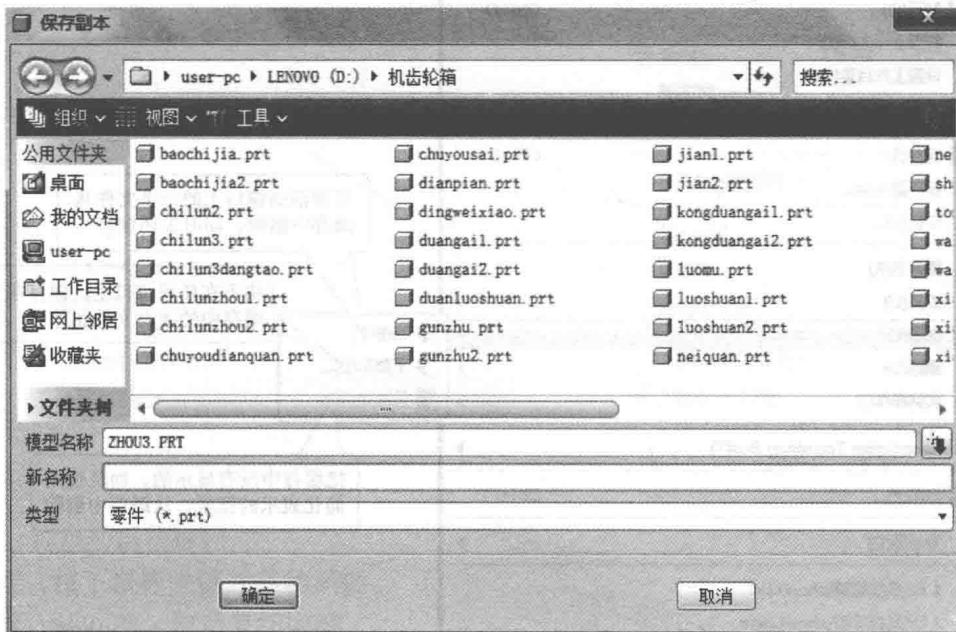

图 1-9 “保存副本”对话框
④ 保存副本。单击“文件”菜单的“保存副本”命令，系统弹出如图 1-9 所示的“保存副本”对话框。